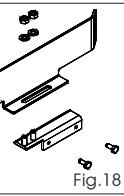

Fig.18
1) Monter et fixer les 2 plaques profilées sur les 2 supports en U avec les écrous et les rondelles fournis, d'après la Fig. 18.